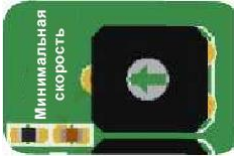

Рис. 3 Триммер макс. скорости
9. Отрегулируйте максимальную скорость с помощью малого триммера (при необходимости). См. Рис. 3 Триммер максимальной скорости